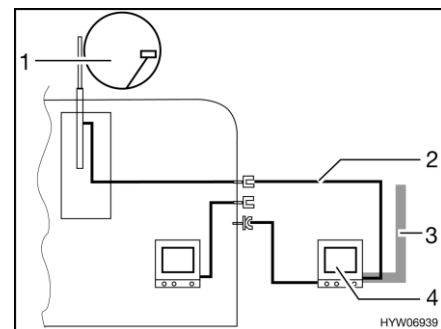

Fig. 203 TV nella tenda veranda
- TV nella tenda veranda (Fig. 203,4): Collegamento all'antenna del tetto (Fig. 203,1) con cavo di collegamento (Fig. 203,2)
- TV nella tenda veranda (Fig. 203,4): Collegamento a antenna esterna (Fig. 203,3)